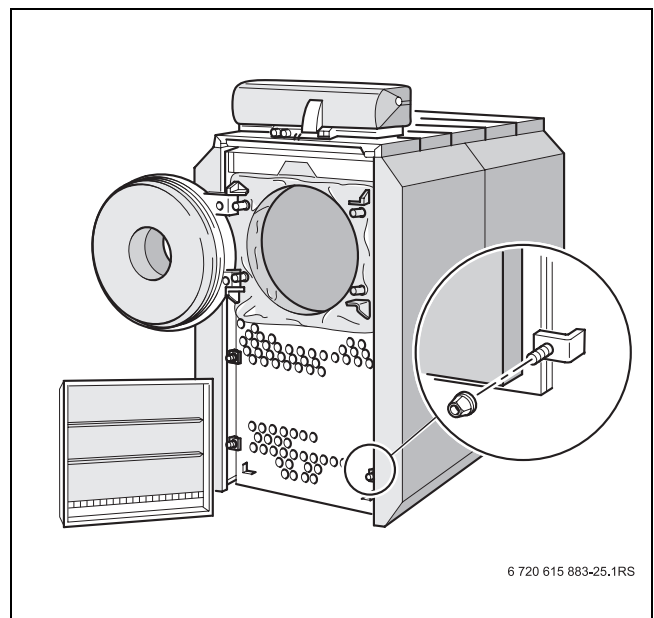

Рис. 30 Снятие поворотной камеры и открытие дверцы горелки
- ▶ Установите поворотную камеру и закрепите зажимными уголками (→ рис. 30, стр. 40). Соблюдайте её монтажное положение.